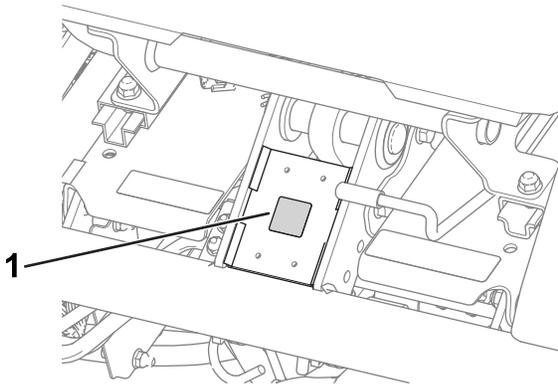

図 8
- CE マークデカルを、運転席前下のフレーム部分に貼りつける **図 8**。